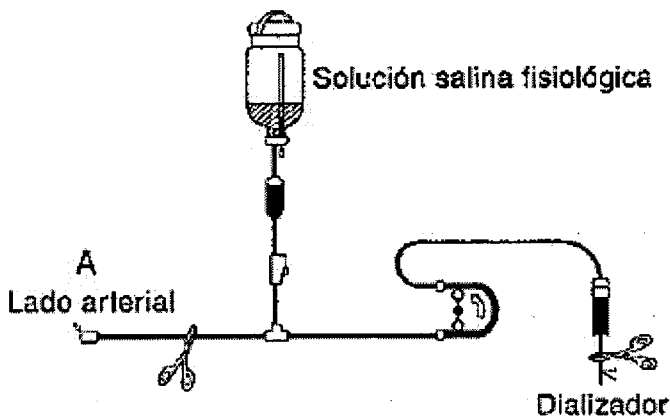

Figura 3.4.2: Conexión del frasco de solución salina fisiológica al lado arterial (A).
2. Conectar la línea arterial al frasco de solución salina Fisiológica. (figura 3.4.2).